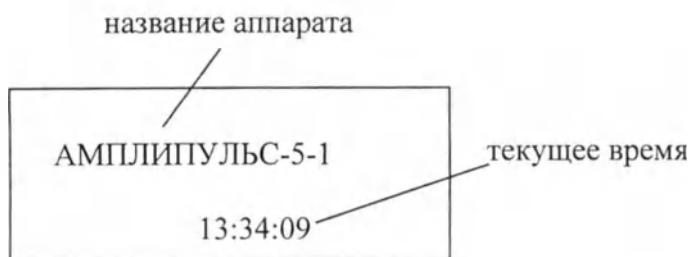

Рисунок 4
2.2.4.2 Клавишей СЕТЬ включить аппарат, при этом начинает светиться клавиша СЕТЬ и экран аппарата. Это начальный режим работы аппарата ("Режим ожидания"), в который он входит после включения питания. На экране высвечивается текущее время и название аппарата (рисунок 4).